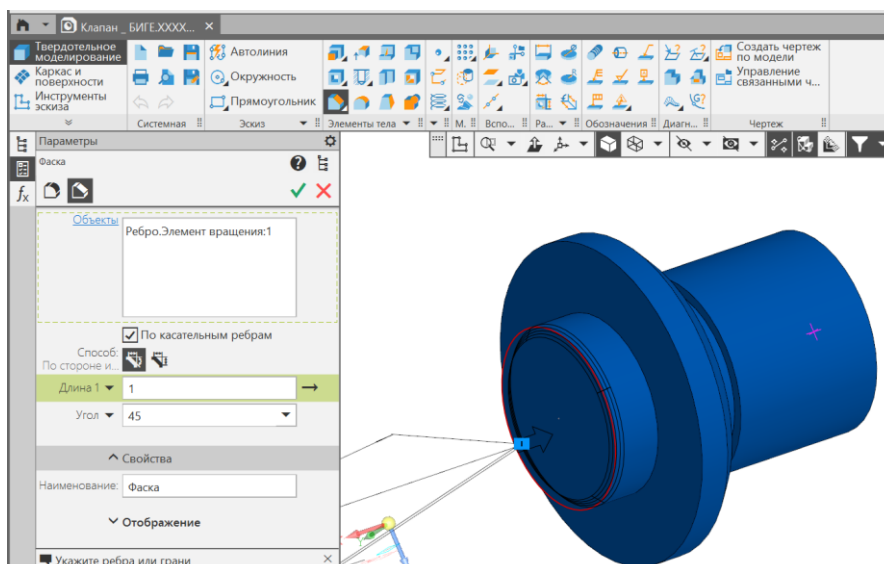

Рис. 6 Фаска на цилиндре диаметром 18 мм
- **Твердотельное моделирование – Элементы тела – Фаска.** Параметры команды Фаска: объекты – Ребро. Элемент вращения 1, Ребро; способ построения – По стороне и углу  $1 \times 45^{\circ}$  (рис. 6).